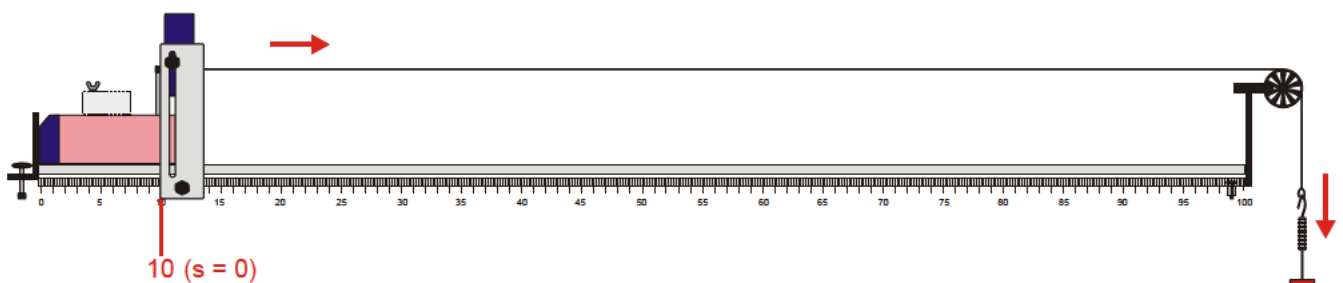

Fig. 1: Posizione di partenza del carrello sulla rotaia delle pulegge
- Eseguire la disposizione sperimentale secondo Fig. 1.